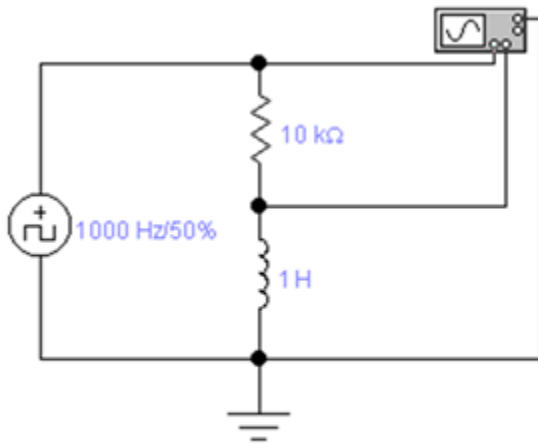

Figura 3. Circuito de medición para la tensión en el inductor
1. En el generador de funciones, elija la onda cuadrada. Monte el circuito de la Figura 3.